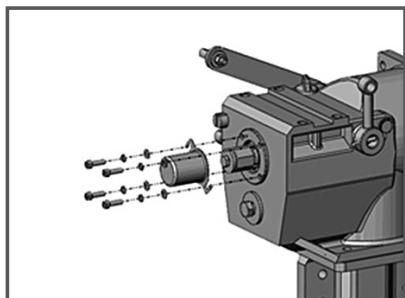
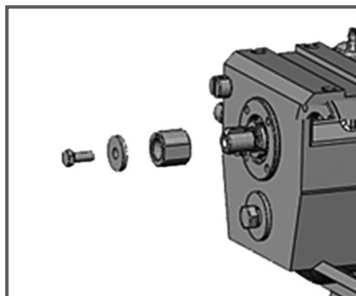

Рис. 4 Снятие защитной крышки ВОМ
Рис. 5 Снятие защитной прокладки ВОМ
1. Снимите защитную крышку вала отбора мощности (далее по тексту ВОМ) мотоблока (Рис. 4).
2. Открутите болт, снимите шайбу и защитную прокладку ВОМ (Рис. 5).
Если далее не планируется использовать помпу, то рекомендуется установить защитную прокладку (Рис. 5) и защитную крышку (Рис. 4) ВОМ.